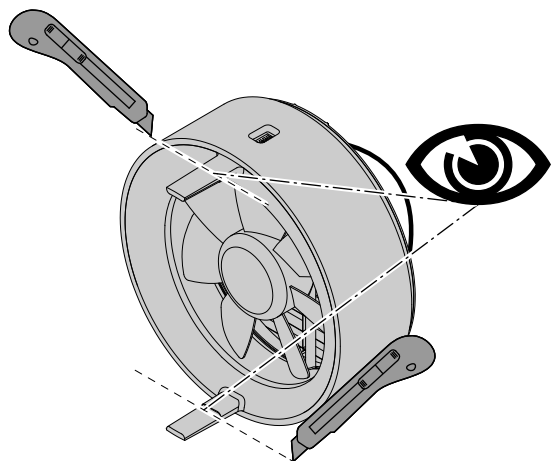

Abb. 10
- Ventilator: „SW 2.4“, siehe Aufkleber auf dem Abstandhalter des Ventilators (Abb. 10)
3. Abstandhalter des Ventilators an den Markierungen kürzen: Siehe Abb. 10.